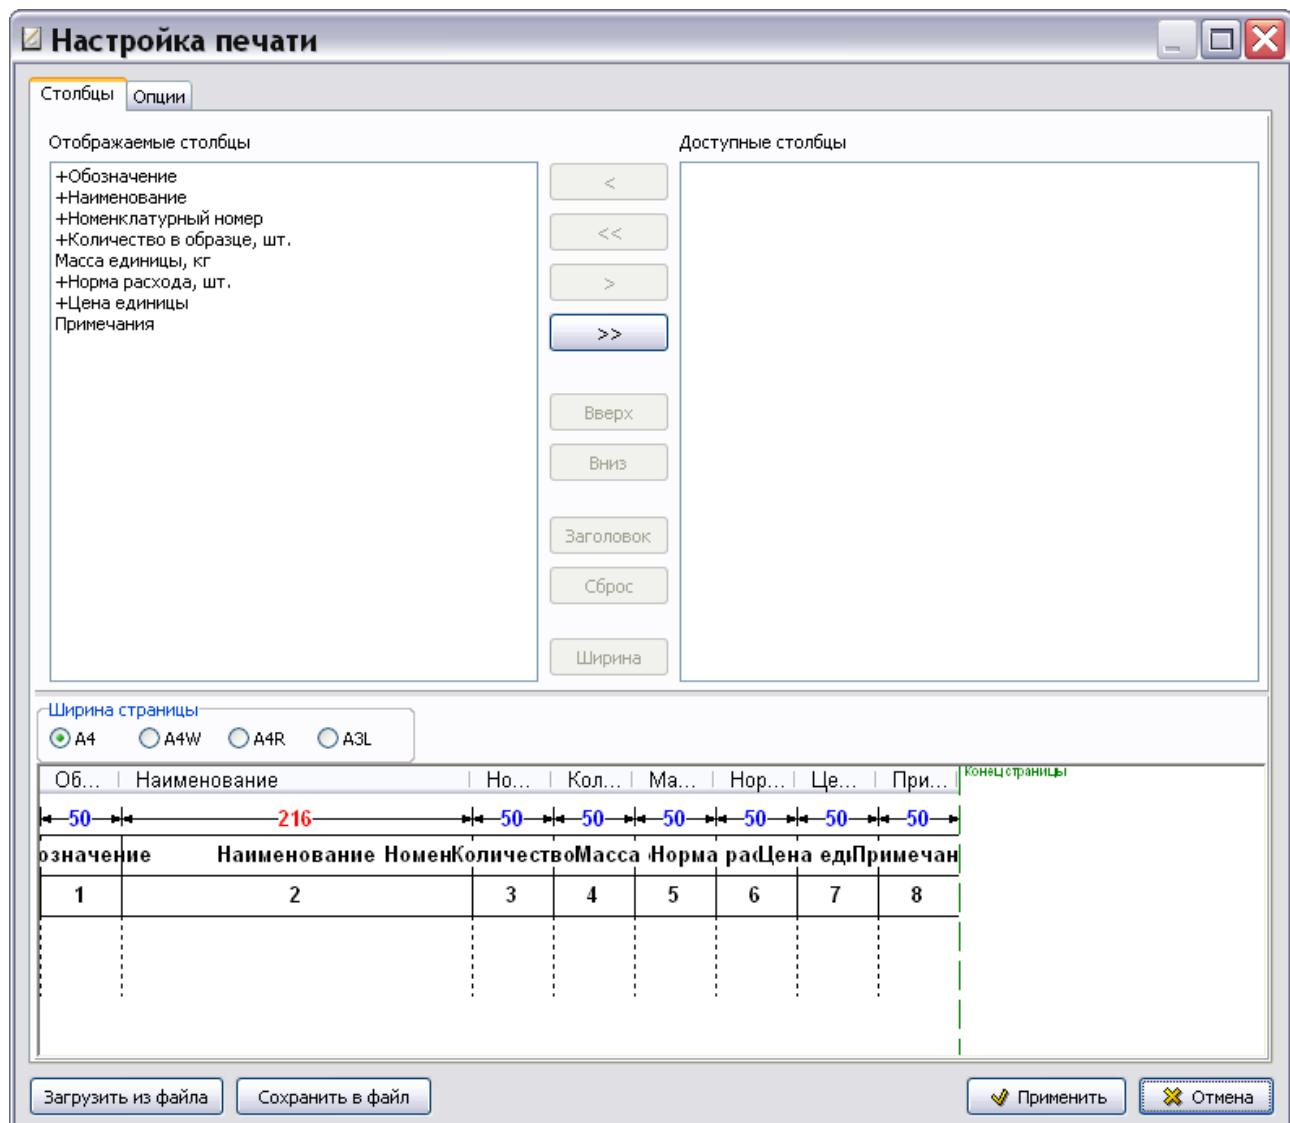

Рис. 3.64
5. Нажмите на кнопку **Применить**. После этого откроется окно **Настройка печати** (Рис. 3.64).